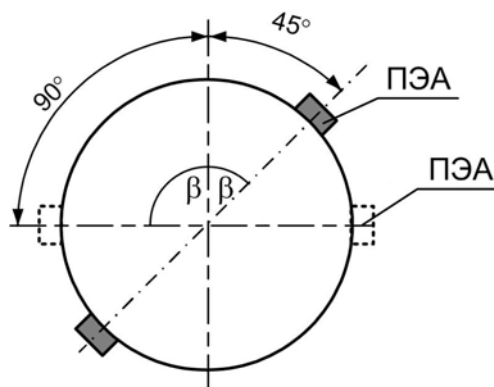

Рис.4. Рекомендуемые положения ПЭА при установке расходомера.
3.2.3. При установке ПП на трубопровод, рекомендуется располагать его таким образом, чтобы продольная плоскость ПЭА (плоскость, проходящая через пару ПЭА вдоль оси трубопровода) составляла с вертикалью угол $\beta = 45^\circ - 90^\circ$ (рис.4).